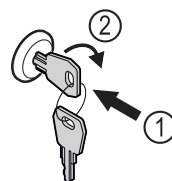

Fig. 170
- Schlüssel hineindrücken. Fig. 170 (1)
- Schlüssel um 90° im Uhrzeigersinn drehen. Fig. 170 (2)